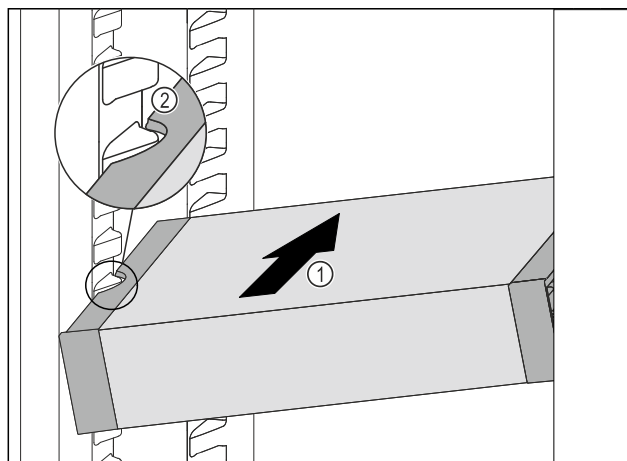

Fig. 101
- ▶ Вкарайте VarioSafe под ъгъл в хладилната част *Fig. 101 (1)*, докато страничните прорези *Fig. 101 (2)* на VarioSafe се намират на височината на реброто на съда в хладилната част.